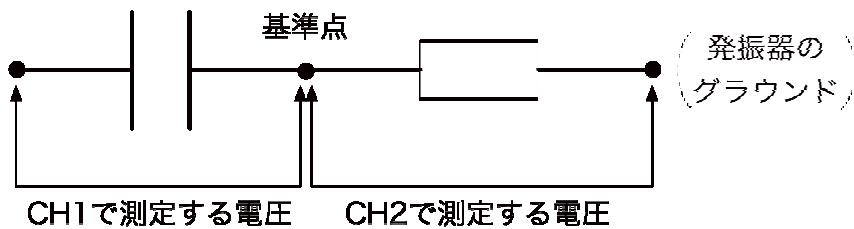

図3-8 コンデンサーと抵抗の直列回路
(1) 図3-8に示すようなコンデンサー($0.01 \mu\text{F}$, コンデンサー表面の表示は103)と抵抗($3.3\text{k}\Omega$, カラーコードは橙橙黒茶茶)の直列回路を組む。ブレッドボードにコンデンサーと抵抗の足を差し込む。この回路では、直列回路のコンデンサー側に発振器出力をつなぎ、抵抗側にグラウンドをつないだことになる。
(2) ch1およびch2の両方のプローブから出ているみのむしクリップで、両方ともコンデンサーと抵抗の接続点をはさむ。ここがオシロスコープの測定する電圧の基準点となる。
(3) ch1のプローブ先端を発振器出力側に、ch2のプローブ先端をグラウンドラインの任意の穴に差し込む。これにより、ch1はコンデンサーにかかる電圧 V_C を、ch2は抵抗にかかる電圧 $-V_R$ を測定する。ただし、 V_C 、 V_R は、それぞれの素子の回路図3-8のグラウンドに近い側の端子を基準として、遠い側の端子の電圧を表したものである。ここで注意すべき点は、ch2のプローブをグラウンド側に当てているため、ch2で測定しているのは $-V_R$ になっていることである。
(4) オシロスコープの AUTOSCALE (または AUTOSET) ボタンを押し、自動的に現れる波形を観察する。
(5) ch1 と ch2 の表示波形を上下に平行移動させるためのオフセットつまみを回して、グラウンドレベルの位置をどちらのチャンネルも 0mV に合わせる。実際にオフセットつまみを回すと画面に垂直位置が矢印と数値で表示されるので、その値を 0 mV となるように合わせればよい。
(6) ch1 の曲線と ch2 の曲線が重なって表示される。
コンデンサーと抵抗の直列回路（回路図 3-8）につき、周波数 f , V_R の頂点間振幅 V_{pp} , V_C の頂点間振幅 V_{pp} のすべての測定値を解答用紙の表 1 に記入しなさい。